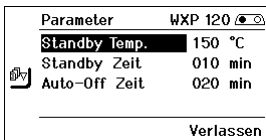

Abb. 9
2. Menüpunkt mit dem Dreh-Klick-Rad (**7**) anwählen. Auswahl ist schwarz hinterlegt (z. B. „Standby Temp.“, siehe Abb. 9).